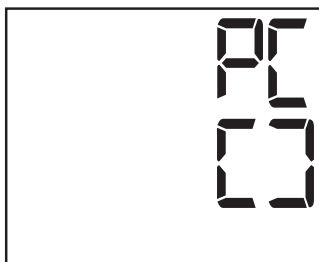

Fig. 1
- Inicie a transferência de dados no software „medi.connect” do computador. Durante a transferência de dados, surge uma animação no visor. Se os dados tiverem sido corretamente transferidos, a animação apresentada na Fig. 1 surge no visor do tensiómetro.